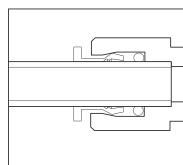

Рис. 2
- ▷ Убедитесь, что трубопровод вставлен полностью (Рис. 2).